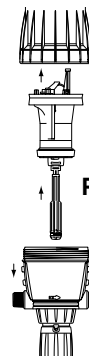

Рис. 14
- Выньте узел поршня двигателя (Рис. 14) потянув его вверх.